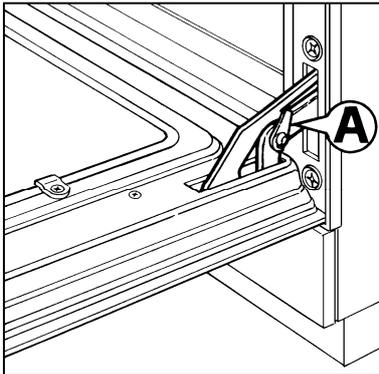

Fig. 3
- enganchar os anéis "A" nas ranhuras das dobradiças (Fig. 3);